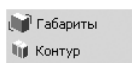

Рис. 1.115. Всплывающее меню пункта **Стиль выделения** контекстного меню **Анимационного окна**
- щелкните в контекстном меню по пункту **Стиль выделения**. Появится всплывающее меню, см. рис. 1.115;